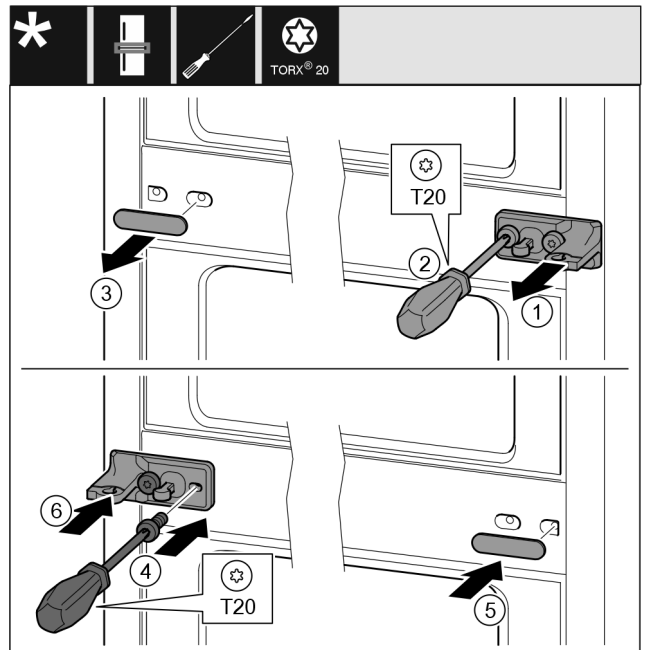

Fig. 43
- ▶ Scheibe Fig. 43 (1) abziehen.
- ▶ Schrauben Fig. 43 (2) mit Schraubendreher herausdrehen.
- ▶ Abdeckung Fig. 43 (3) vorsichtig abziehen.
- ▶ Lagerbock mit Folie Fig. 43 (4) um 180° gedreht auf der anderen Seite fest anschrauben.
- ▶ Abdeckung Fig. 43 (5) um 180° gedreht auf der anderen Seite anbringen.
- ▶ Scheibe Fig. 43 (6) von vorn aufschieben.